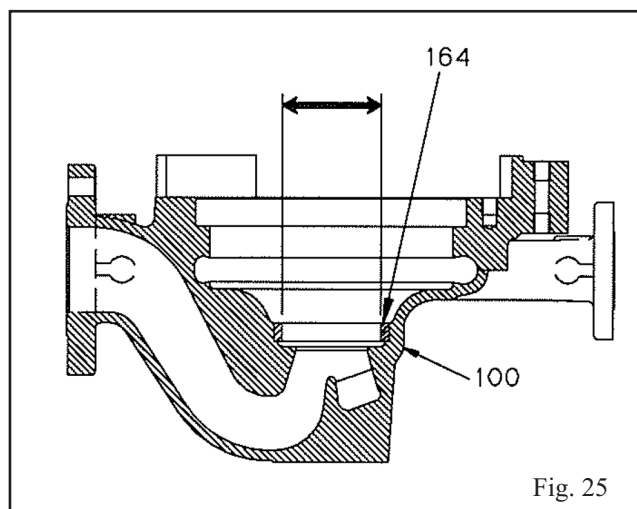

Fig. 25
1. Meça todos os diâmetros dos anéis de desgaste (Figs. 25, 26, 27).